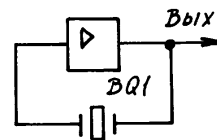

рис. 12
2. Генераторы с последовательным резонансом (рис.12), в которых пьезорезонатор работает вблизи минимума своего последовательного сопротивления при малом сдвиге фазы между напряжением и током. Усилительный элемент вращает фазу на $360^\circ N$, где $N=0, 1, 2, \dots$